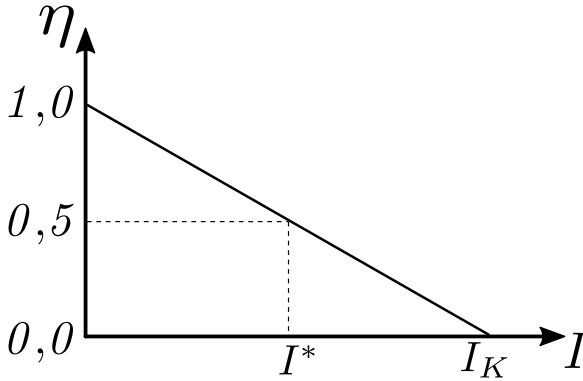

РИС. 4. Зависимость КПД источника от силы тока
Из уравнения (9) следует, что зависимость КПД от силы тока изображается прямой линией (рис. 4), убывающей от значения  $\eta = 1$ , при токе  $I = 0$ , до значения  $\eta = 0$ , при силе тока  $I_K = \frac{\mathcal{E}}{r}$ .